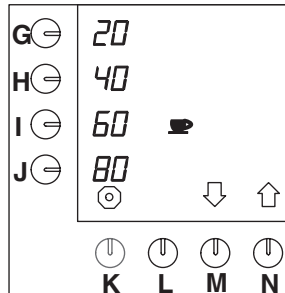

Fig. 25 Réglage des valeurs commandées par les touches de présélection pour les tasses
- Appuyez sur la touche de sélection (N.)↑ jusqu'à ce que la fig.25 s'affiche sur l'écran de contrôle.